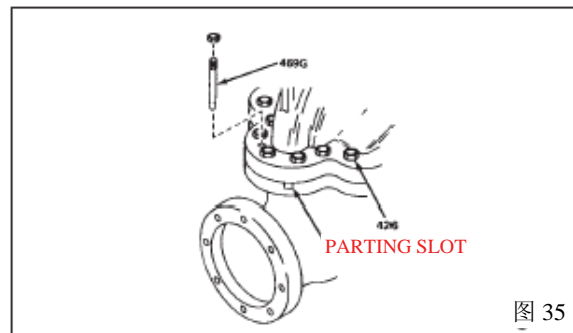

图 35
- S类-将撬开工具插入到隔缝中，图35，将上半部壳体撬松。根据需要，在另一侧重复上述操作。